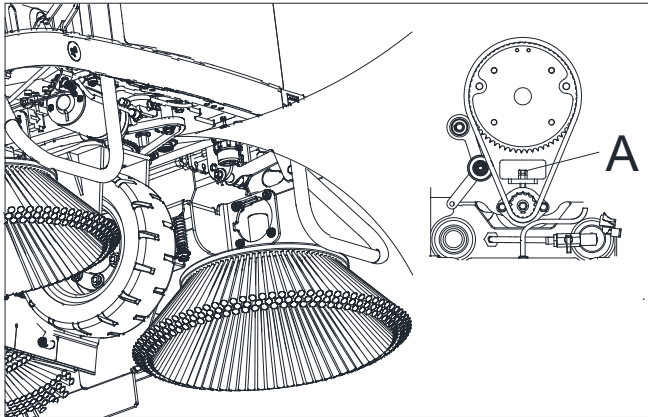

Figure 36
4. Si la chaîne de la roue avant est desserrée, régler la vis de réglage de la chaîne (A, figure 36) de sous l'avant de la machine pour s'assurer que la chaîne a la tension appropriée.